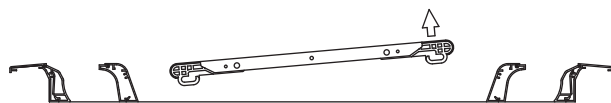

Fig. 5-10
- 2) Afrouxe o suporte do lado encaixado. Consulte a Fig. 5-10.